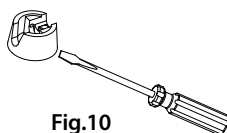

Fig.10
2. Du behöver en skruvmejsel för att demontera det gröna skyddet från ditt Heineken-fat (fig. 10).